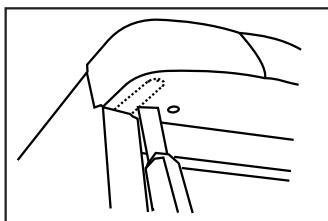
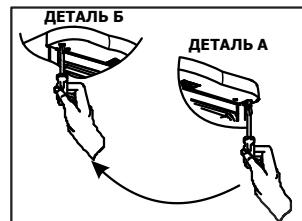

Рисунок 4.
Рисунок 5.
**3** - Отвинтите шпильку с правого верхнего шарнира (см. Рис. 5/деталь А), затем завинтите её на левом шарнире (Рис. 5/деталь Б), предварительно аккуратно вырезав отверстие на левой стороне главной панели по выштамповке (Рис.4) .